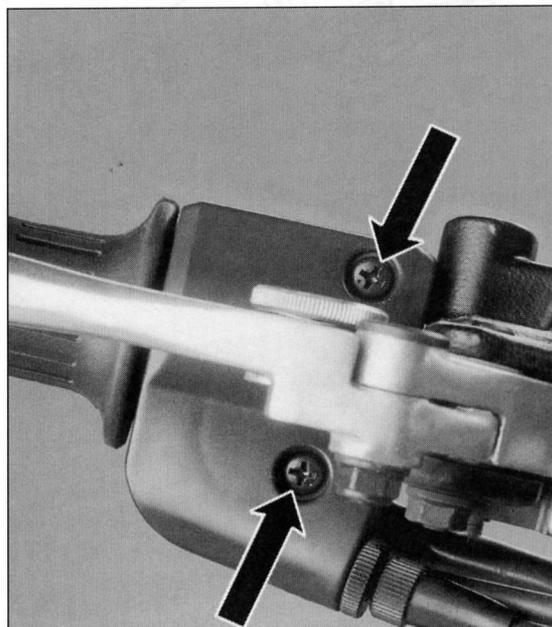
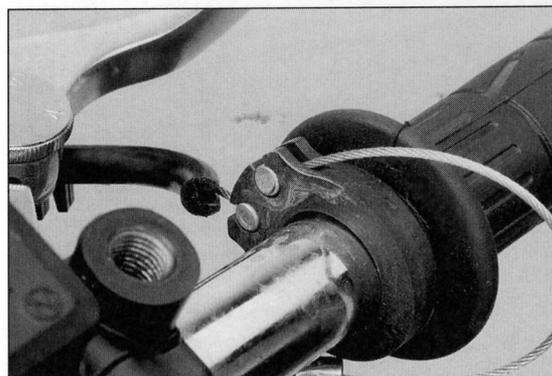

Bild 40
Bild 41
- Am Gasdrehgriffgehäuse zwei Kreuzschlitz-schrauben ausdrehen (Bild 40), Gehäusehälften trennen und vom Lenker abnehmen. Nippel aus Aufnahmen ausfädeln (Bild 41).